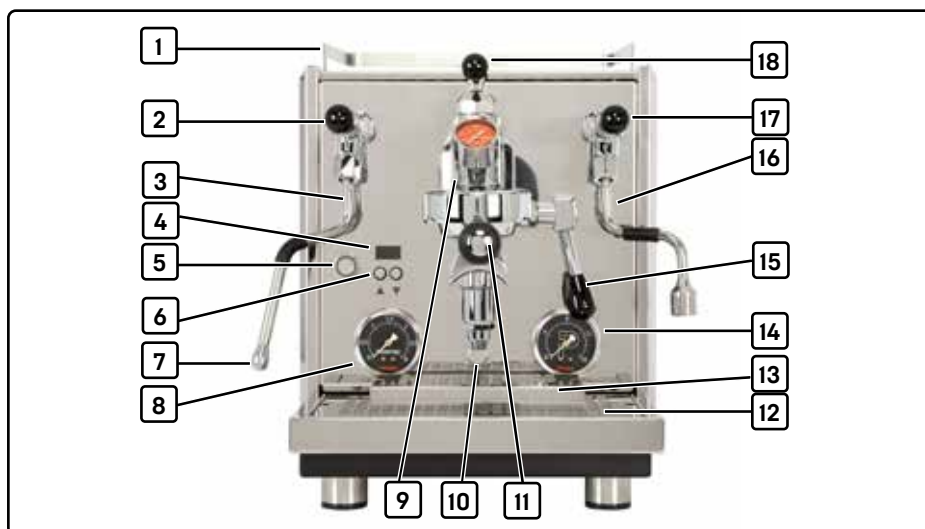

Fig. 1 Structure et composants
1. Appuyez sur l'interrupteur principal (1, fig. 1).